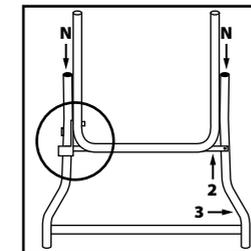

Fig. 5
- Veillez à tourner l'élément **4** dans le bon sens et à ce que le levier de l'élément **3** s'insère correctement dans la goupille de blocage de l'élément **4** (**Fig. 5**).